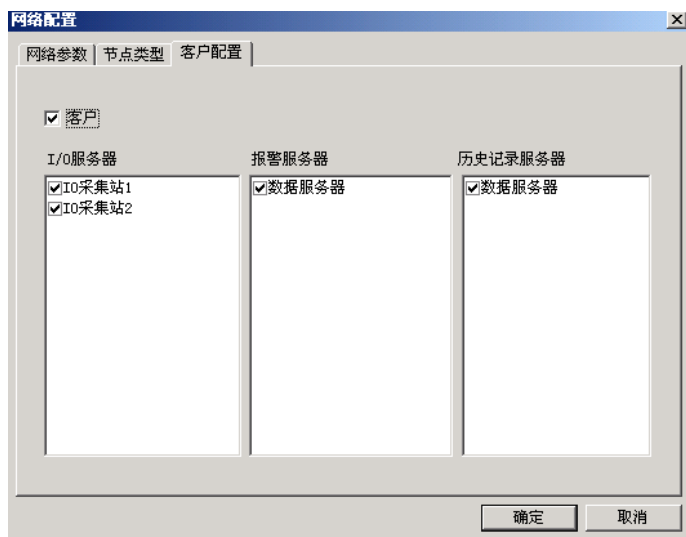

图 21.19 客户机的客户配置
- ◇ 所有服务器都配置完成后，就可以来配置客户机了。启动客户端工程的工程浏览器，选择“站点”标签，新建三个远程站点——IO 采集站 1、IO 采集站 2、数据服务器。打开网络配置，选择“连网”模式，在“本机节点名”中输入本机的计算机名称。选择“节点类型”，在“登录服务器”列表中选择“数据服务器”作为本机的登录服务器。选择“客户配置”页，选中“客户”选项，在各个服务器的选项列表中进行选择，如图 21.19 所示，选择的选项表明本机作为 I/O 服务器——“IO 采集站 1”、“IO 采集站 2”——的客户端，可以远程引用和访问这两个站点上的变量和实时数据。作为报警服务器和历史记录服务器——“数据服务器”——的客户端，可以访问到该站点上保存的报警和历史记录信息和数据。配置完成后，单击“确定”按钮关闭对话框。